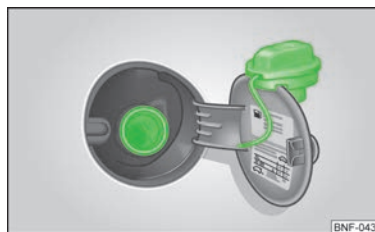

Bild 95
På insidan av tankluckan finns rätt bränslesorter för fordonet och däckdimensioner och däcktryck angivna » bild 95 på sidan 98.
- Fäll upp tanklocket för hand » bild 95.
- Skruva ur tanklocket åt vänster och sätt på det ovanpå tankluckan » bild 95.